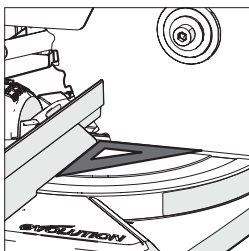

Fig. 13
- Placera en gradskiva på bordet med en kort kant mot staketet och den andra korta kanten mot bladet (undvik bladtändernas TCT-spetsar) (**Fig. 13**).